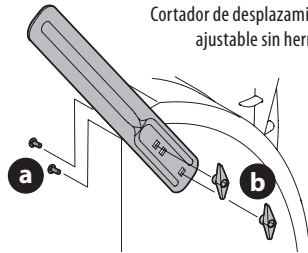

Figura 44
1. Extraiga los pernos de carro (a) y las tuercas de mariposa (b) enviados con los cortadores de deriva (Figura 44).
2. Con los pernos de carro y las tuercas de mariposa extraídos en el Paso 1, asegure los cortadores de deriva a la carcasa del barreno como se muestra en la Figura 44.